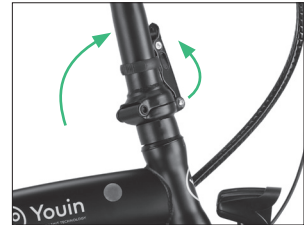

Imagen 3
- 4- Levanta el manillar a su posición vertical y cierra la palanca de bloqueo del mismo (imagen 3).